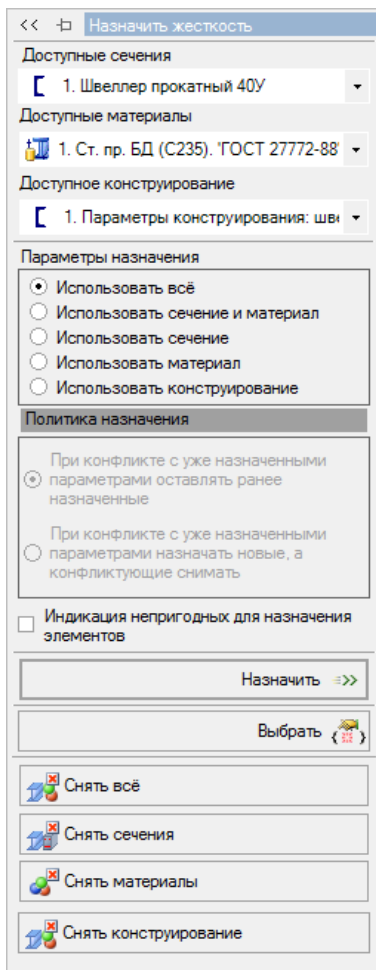

Рис. 157. Панель активного режима Назначить жесткость для средних колонн
- Выберите пункт меню **Конструирование** → **Назначить сечение, материал и параметры конструирования** (кнопка  на панели инструментов) (рис. 157).